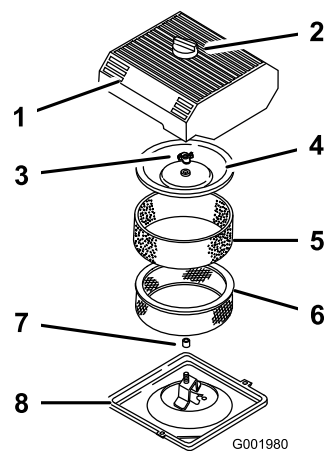

Figura 45
3. Para evitar qualquer dano, limpe à volta do filtro de ar para impedir a entrada de impurezas para o interior do motor (Figura 45).
4. Desaperte o botão existente na parte superior do filtro de ar e retire a cobertura (Figura 45).
5. Retire cuidadosamente o filtro de esponja, passando pelo filtro de papel (Figura 45).
6. Desaparafuse a porca da cobertura e retire a cobertura e o filtro de papel (Figura 45).
1. Coloque cuidadosamente o filtro de esponja, passando pelo filtro de papel (Figura 45).
3. Coloque a porca da cobertura e aperte contra a cobertura (Figura 45).
4. Coloque a cobertura do filtro de ar e o botão (Figura 45).